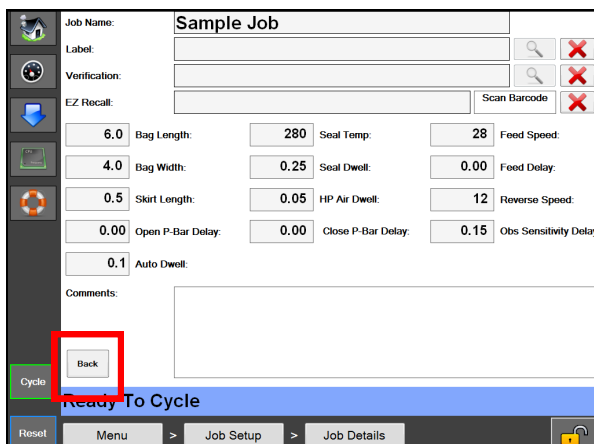

Abb. 5-3B. Bildschirm Auftragsdaten.
3. Bearbeiten Sie die entsprechenden Informationen in jedem Feld. **Abb. 5-3B.**
4. Drücken Sie die Schaltfläche Zurück. **Abb. 5-3B.**